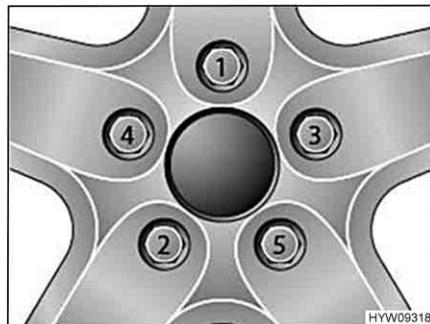

Fig. 142 Serraggio a croce di dadi delle ruote e bulloni delle ruote
- Serrare i dadi delle ruote o i bulloni delle ruote nell'ordine riportato in Fig. 142. A tale scopo, utilizzare una chiave dinamometrica e rispettare la coppia di serraggio indicata (vedi paragrafo 13.5.2).
- Controllare regolarmente il serraggio dei dadi o dei bulloni. Regolare il serraggio dei dadi delle ruote o dei bulloni delle ruote di una ruota sostituita dopo circa 50 km. A tale scopo, procedere seguendo l'ordine indicato in Fig. 142.
- Se si utilizzano cerchioni nuovi o riverniciati, regolare il serraggio dei bulloni o dei dadi dopo altri 1000 - 5000 km. A tale scopo, procedere seguendo l'ordine indicato in Fig. 142.
- ▶ Serrare a croce i dadi o i bulloni delle ruote (Fig. 142).